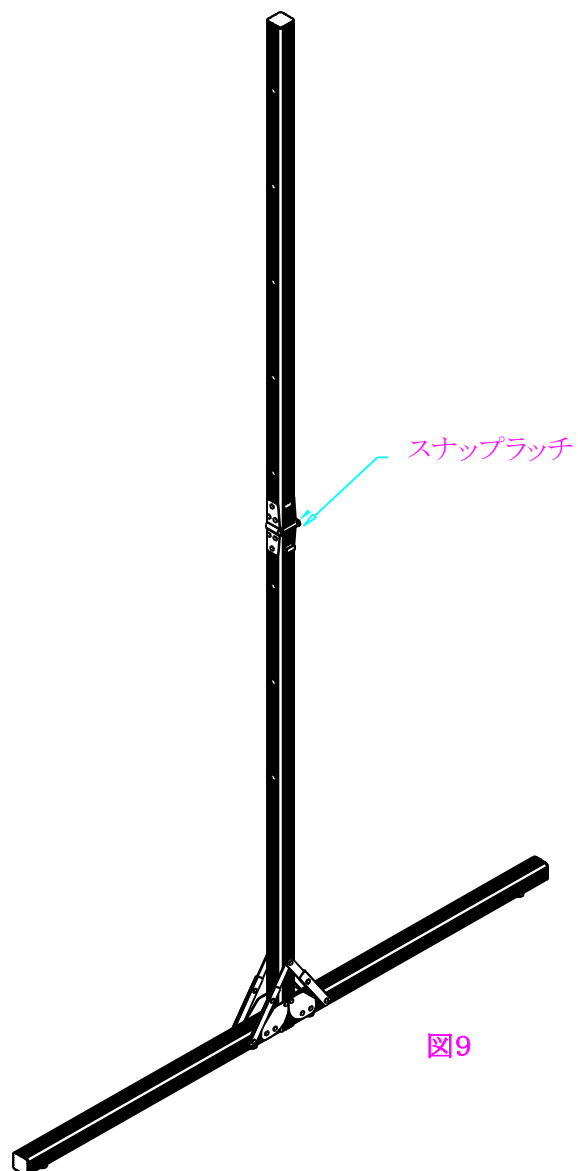

図9
3. T レッグのメインサポートを広げ、スナップラッチによってカチッと音がする位置まで伸ばしてください。(図9)